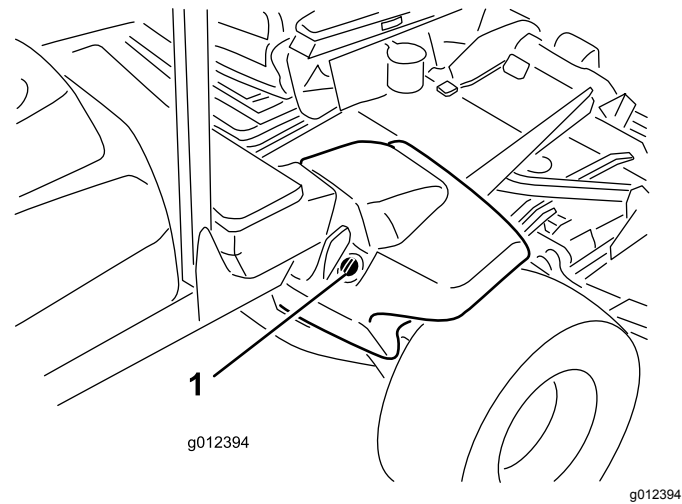

Figure 17
2. Nettoyez la surface autour du goulot et du bouchon de remplissage du réservoir hydraulique (Figure 17). Enlevez le bouchon du goulot de remplissage